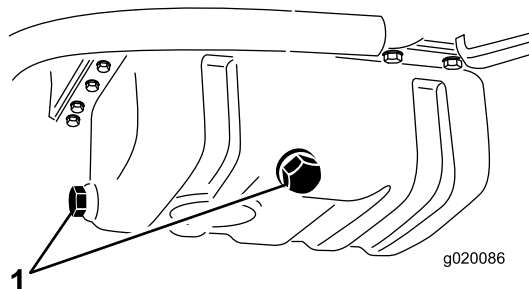

図 52
1. どちらかのドレンプラグ（図 52）を外してオイルを容器に受ける。オイルが抜けたらプラグを元通りに取り付ける。